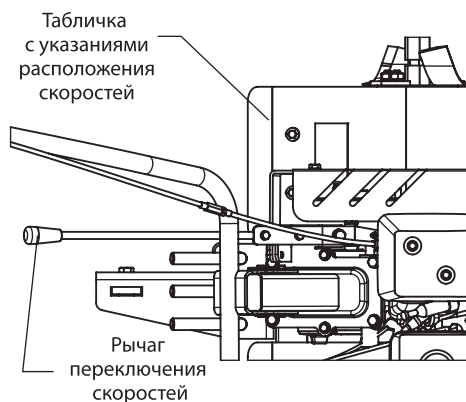

Рис. 15
4. Выберите нужную передачу (рис. 15).